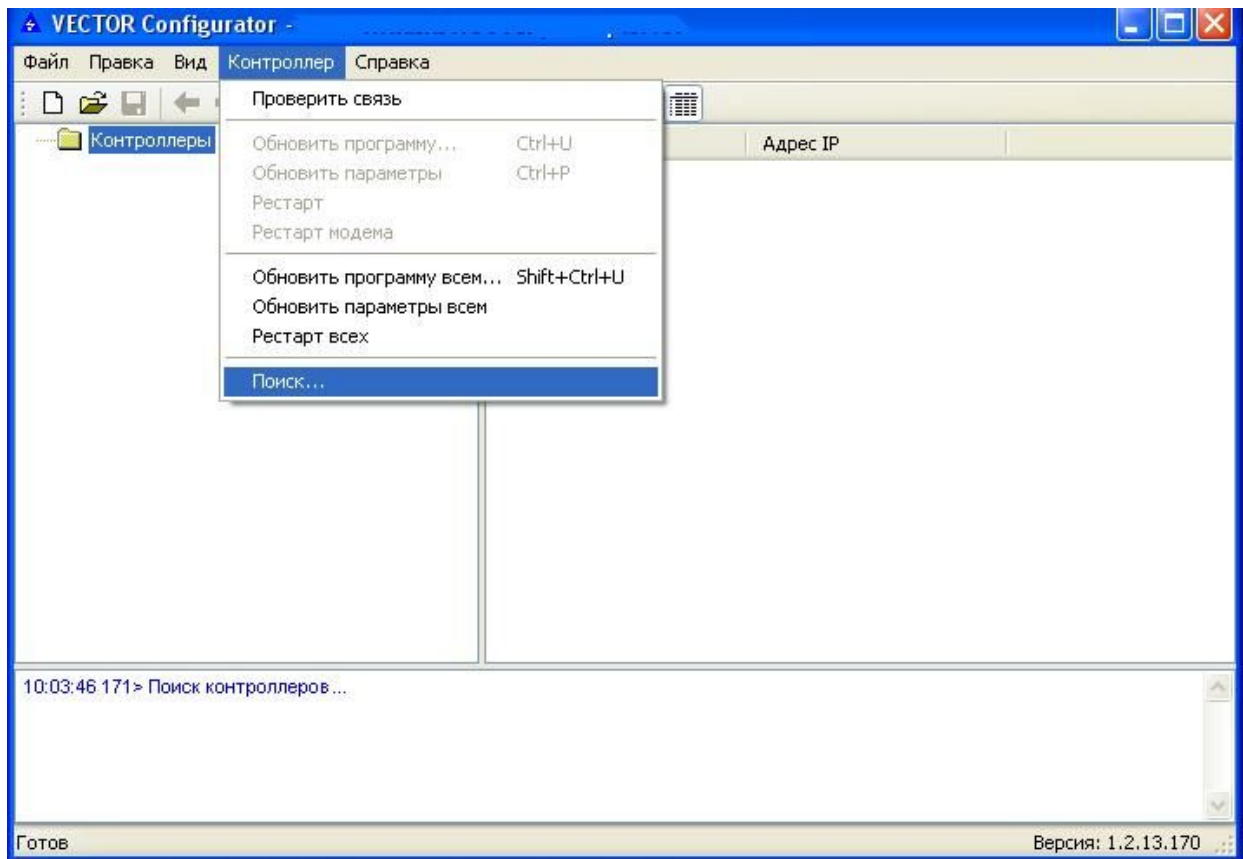

Рисунок 5 – Поиск контроллеров в сети
- 3) через меню **Контроллер/Поиск...** выполните поиск вашего контроллера в сети (рисунок 5);